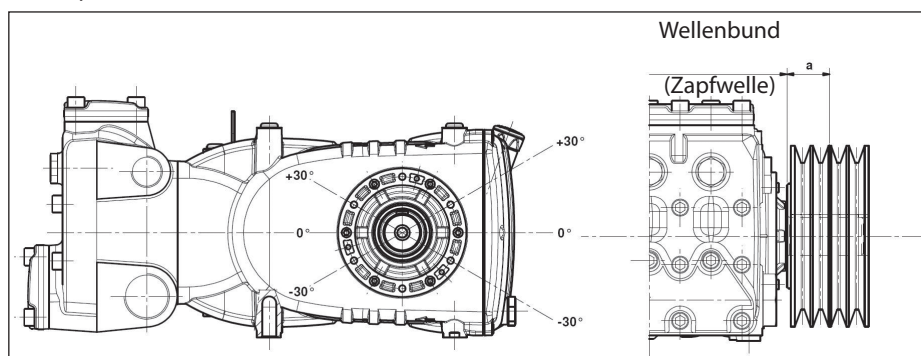

Abb. 10
Die radiale Belastung der Welle darf 7500 N (für die Definition der Anordnung erforderlicher Wert) nicht übersteigen. Der Antrieb gilt als richtig bemessen, wenn die Belastung bei einem maximalen Abstand $a = 40 \text{ mm}$ vom Wellenbund (Zapfwelle) angewandt wird, siehe Abb. 10.
- b) Verwenden Sie Hochleistungsriemen - zum Beispiel **XPB** statt **SPB** - da hierbei weniger Riemen bei gleicher Leistungsübertragung benötigt werden und der Abstand zum Wellenbund (Zapfwelle) „a“ von Abb. 10.